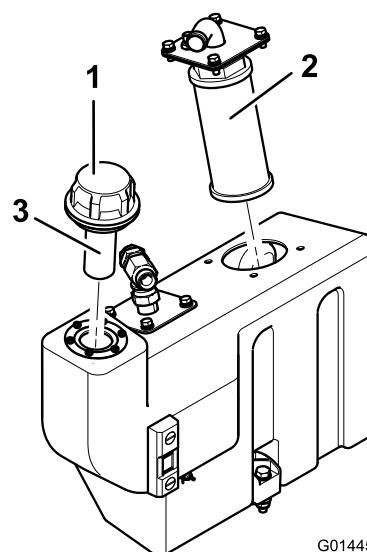

Figura 73
- Rimuovete la flangia di aspirazione del serbatoio dell'olio per poter raggiungere la succhieruola (Figura 73).
- Svitate la succhieruola, rimuovetela e pulitela con paraffina o benzina prima di montarla (Figura 73).